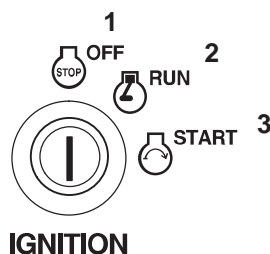

Figure 17
3. Laissez tourner le moteur au ralenti pendant 60 secondes (Fig. 17).
4. Tournez la clé de contact en position Contact coupé (Fig. 17).